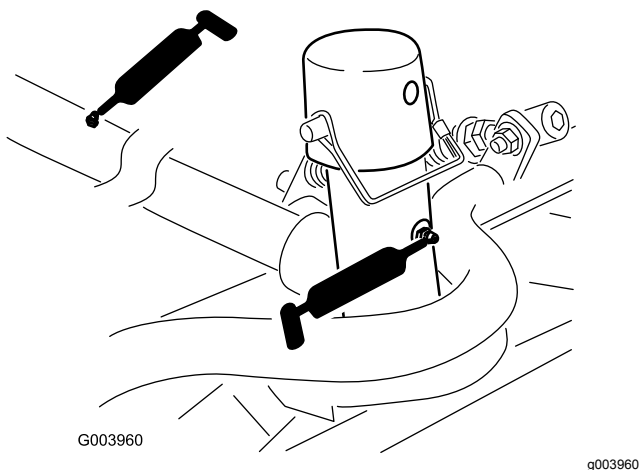

Figure 64
- Bâti porteur de plateau de coupe et pivot (x 2) (Figure 64)